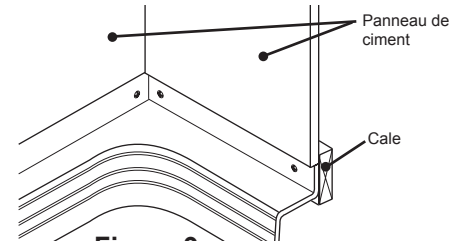

Figure 9
**7** Remettez en place le tamis si celui-ci est inclus dans votre trousse d'évacuation, puis recouvrez le trou d'évacuation avec du ruban pour que le matériau de finition ne puisse pas y entrer. Placez un panneau de ciment ou équivalent au-dessus de la bride de la base de douche et fixez-le au poteau d'ossature murale (voir la Figure 9).
**8** Remettez en place le tamis si celui-ci est inclus dans votre trousse d'évacuation, puis recouvrez le trou d'évacuation avec du ruban pour que le matériau de finition ne puisse pas y entrer. Placez un panneau de ciment ou équivalent au-dessus de la bride de la base de douche et fixez-le au poteau d'ossature murale (voir la Figure 9).